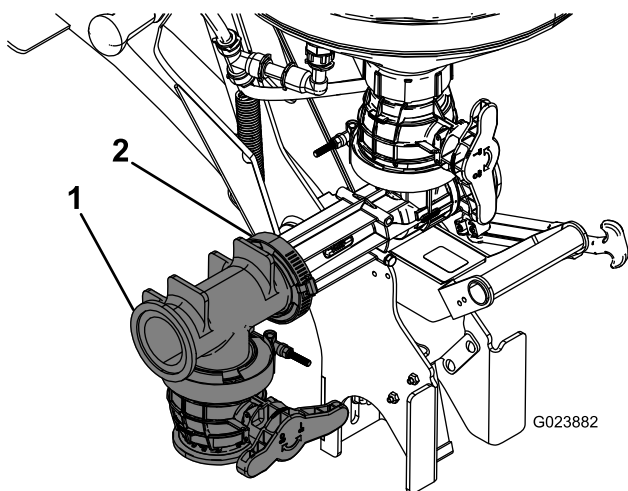

Figura 13
- Conecte la válvula en T al conjunto del eyector con una junta y una abrazadera sin fin (Figura 13).